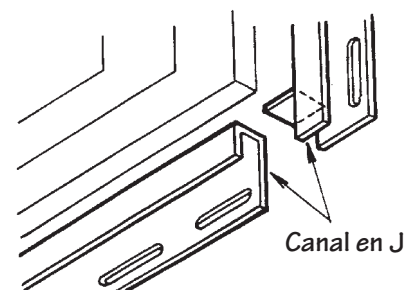

Figura 53.
- Corte los canales en J laterales del largo del entramado más el ancho del canal en J superior e inferior. Corte y doble las lengüetas (Figura 53) adentro de la parte inferior del canal. Instale los canales laterales.